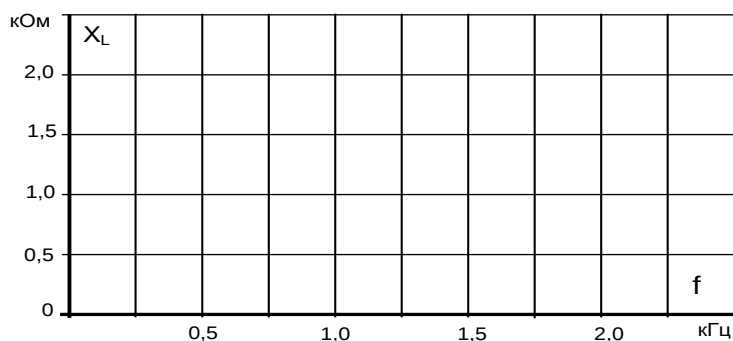

Рисунок 2.17 – Пример оформления сетки координат для построения графика зависимости $x_L = f(f)$.
- Перенесите величины x_L на график (рисунок 2.17) для построения кривой $x_L = f(f)$.